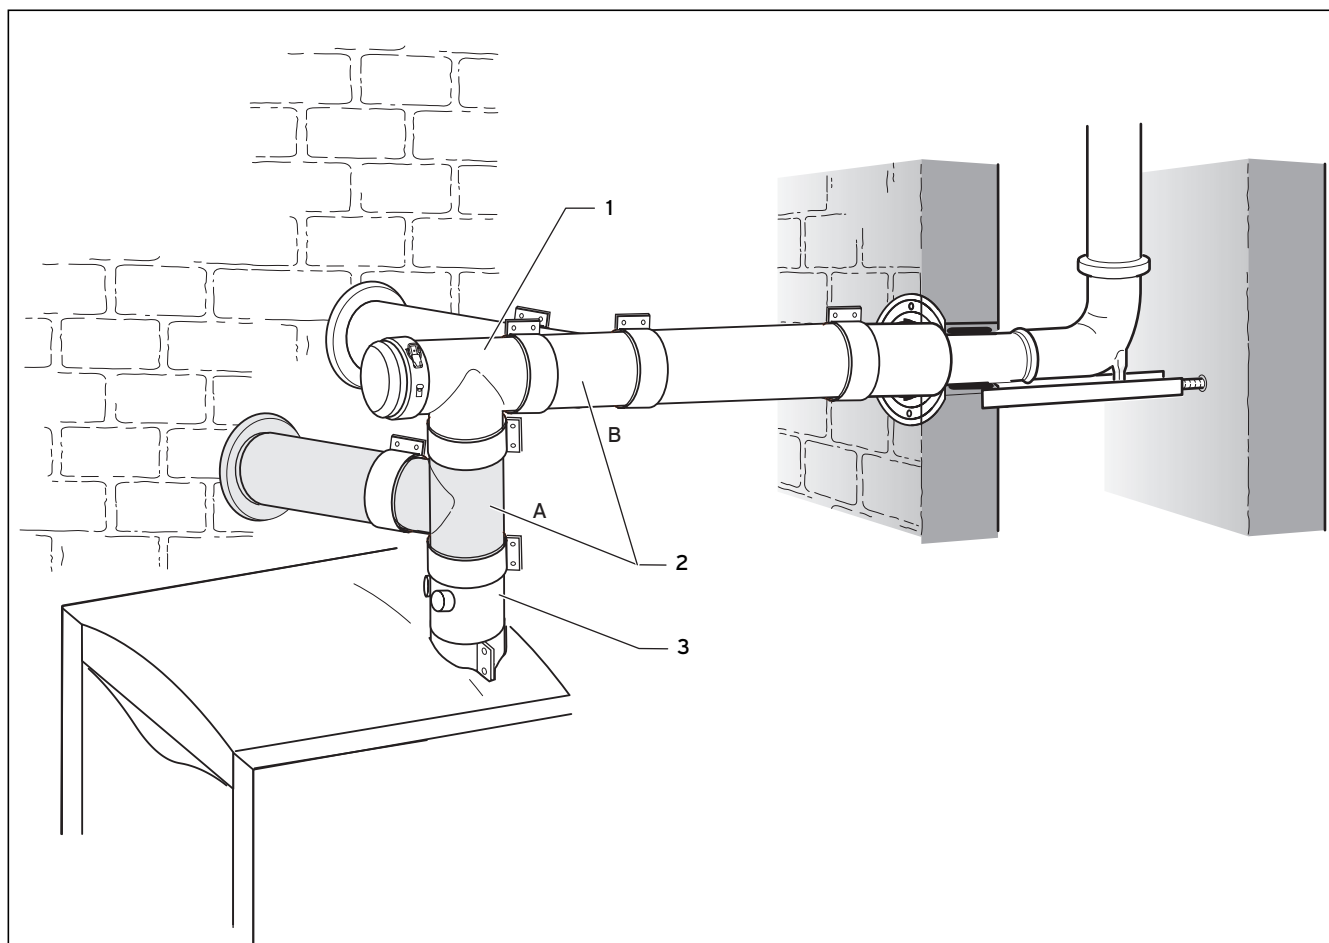

Abb. 4.24 Anschlussmöglichkeiten für getrennte Luftzuführung
Das Zuluftanschluss-T-Stück (4) kann auch zwischen Geräteanschlussstück (2) und Revisions-T-Stück (3) eingesetzt werden (siehe Abb. 4.24)
- Stecken Sie die Trennvorrichtung (5) mit der Muffe bis zum Anschlag auf die Verlängerung (6).
- Verbinden Sie die Verlängerung (6) mit der Abgasleitung (7).
- Verbinden Sie die Trennvorrichtung (5) mit dem Zuluftanschluss-T-Stück (4). Diese Stelle dient später als Trennstelle.
- Montieren Sie die Luftschelle (8) der Trennvorrichtung.
- Verlegen Sie Verlängerungen und Rohre bis zum Zuluftanschluss-T-Stück (4). Beginnen Sie am Luftansaugstück (1).